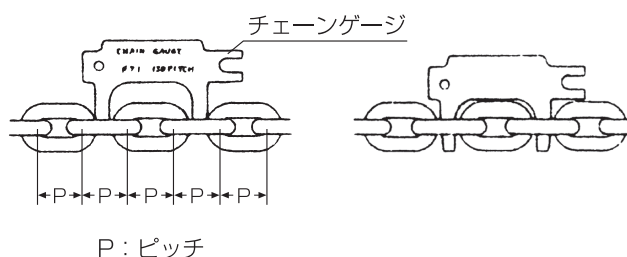
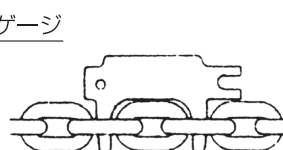

図53
図54
- (1)図53のように、ピッチの伸びが使用限度以内の場合は、チェーンゲージの差し込み部がロードチェーンと当たり通過しません。しかし、ピッチが使用限度以上に伸びますと図54のように、チェーンゲージが通過するようになります。